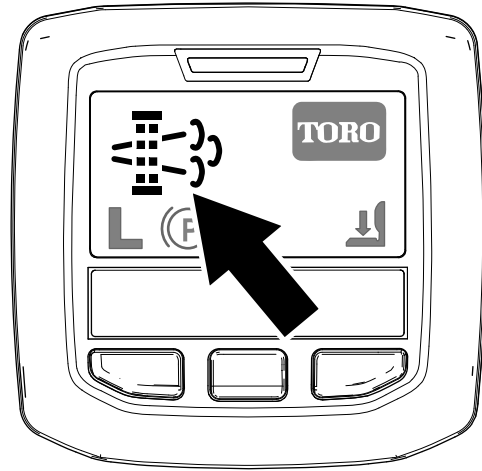

Bild 38
- Das Symbol für die geparkte Regenerierung wird im InfoCenter angezeigt (Bild 38).